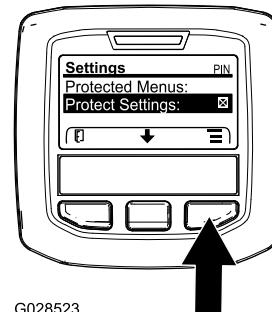

Figura 32
1. Desde el menú PRINCIPAL, utilice el botón central para desplazarse hacia abajo hasta el menú CONFIGURACIÓN y pulse el botón derecho (Figura 32).